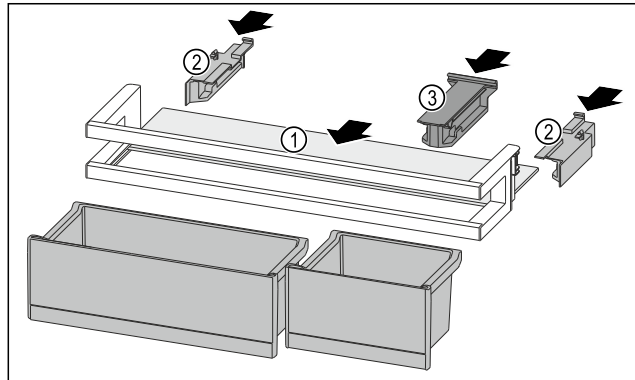

Fig. 100
- ▶ Вкарайте рафта Fig. 100 (1) в страничните прорези.
- ▶ Поставете страничните части Fig. 100 (2).
- ▶ Поставете задържащата част Fig. 100 (3).